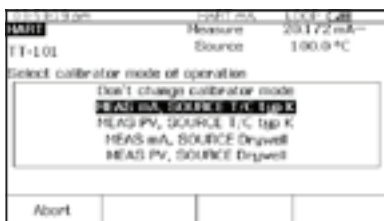

Figura 20.
2. Pulse la tecla **HART** de nuevo para seleccionar la configuración del calibrador 754 (Figura 20). Mueva el cursor hasta **MEAS, mA, SOURCE T/C typ K** (o, si no aparece la configuración de fuente, mida mA) y pulse **ENTER** (si está verificando la PV digital en vez de la salida de mA, es decir, si el transmisor tiene una dirección de interrogación HART diferente a cero, deberá seleccionar **MEAS PV, SOURCE T/C typ K**. [o, si no aparece la configuración de fuente, medir la PV]).